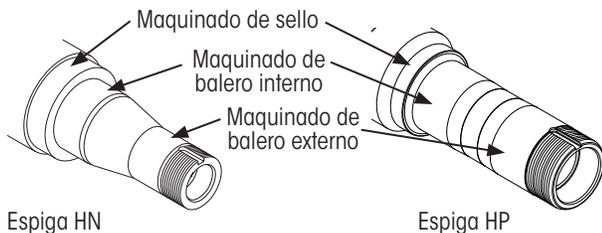

Figura 8: Maquinado de sello de espiga y balero
2. **Inspeccione los maquinados de la espiga** (Figura 8) por muescas, raspaduras, rebabas o marcas. De ser necesario, utilice una lija para reparar cualquier área dañada.